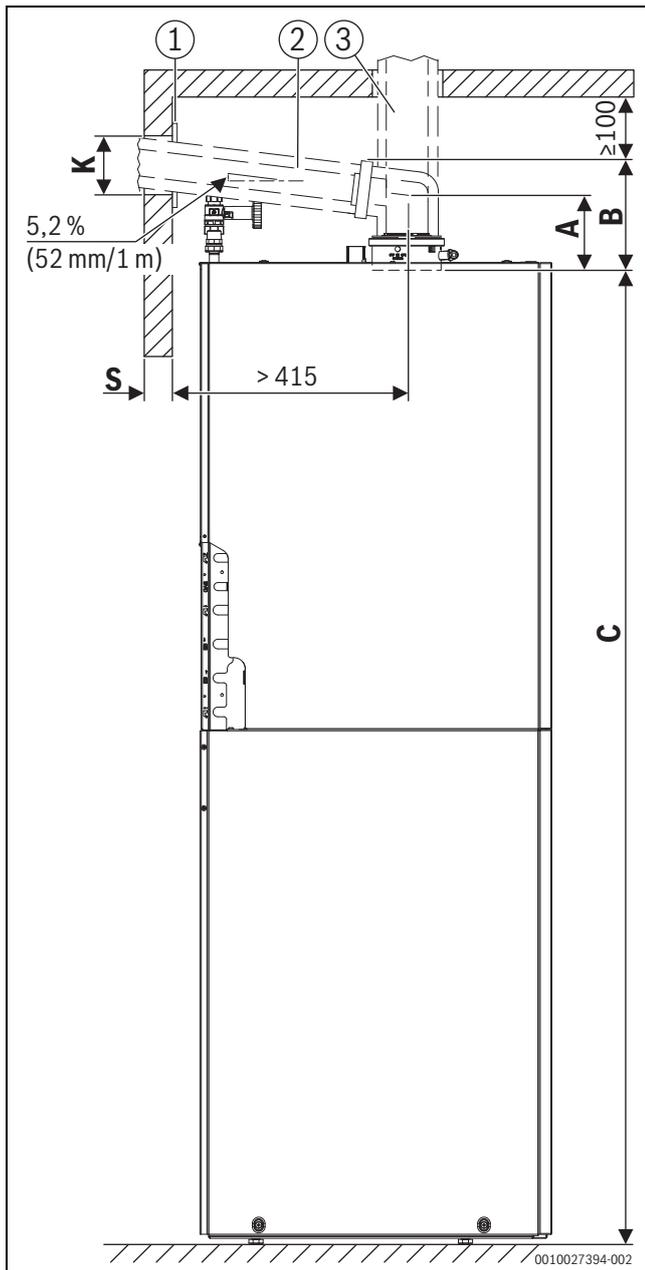

Bild 33 Ansicht von der linken Seite (Maße in mm)
- Ggf. Maß der Blende ([1] in Bild 33) addieren.